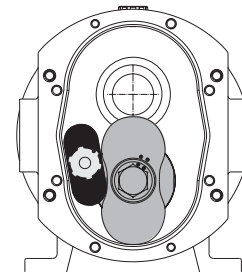

Figure 6
5. Positionner le bloque lobe **111** comme indiqué en figure 6.